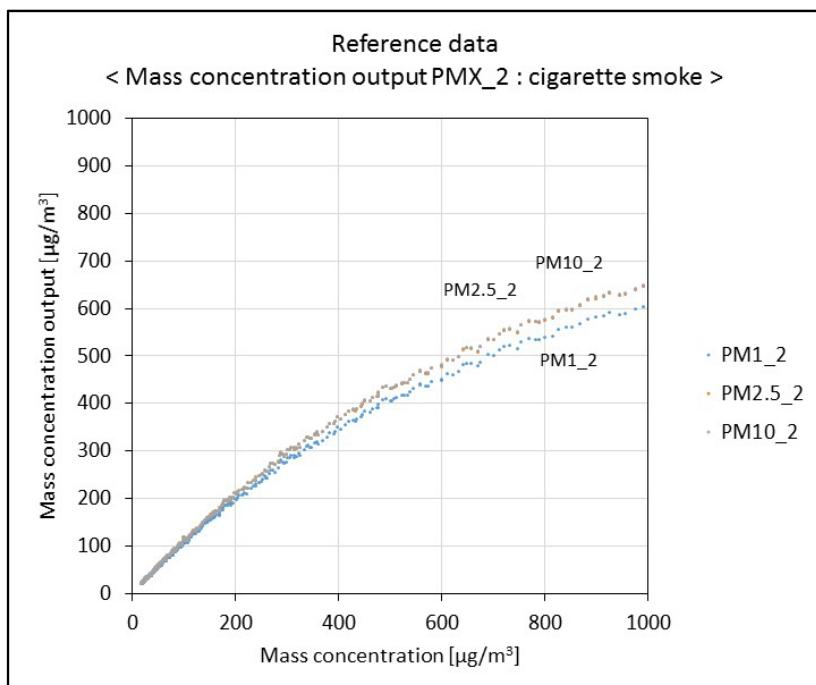

Fig. 17. 質量濃度出力 : たばこ煙 (Mass concentration output : cigarette smoke)
- 横軸の質量濃度 [ $\mu\text{ g}/\text{m}^3$ ] の測定には、TSI社製 DustTrak™ II \_model8530を基準計測器として使用。Fig. 17のたばこ煙の測定に関しては、基準器の出力に調整係数 : 0.38を掛けています。
- To measure the mass concentration [ $\mu\text{ g}/\text{m}^3$ ] on the horizontal axis, TSI DustTrak™ II \_model8530 is used as a reference measuring instrument. For the measurement of cigarette smoke in Fig. 17, the output of the reference instrument is multiplied by an adjustment factor of 0.38.